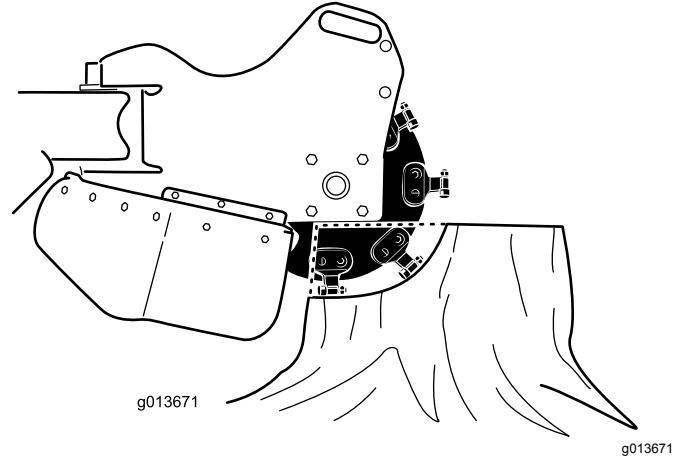

**Figura 20**
- Fissate la macchina al rimorchio con catene o cinghie utilizzando gli anelli di attacco/sollevamento sulla parte anteriore e posteriore della macchina (Figura 19 e Figura 20). Fate riferimento alle ordinanze locali per i requisiti relativi ai rimorchi e ai punti di attacco.
La macchina può essere sollevata utilizzando gli anelli di attacco/sollevamento come punti di sollevamento (Figura 19 e Figura 20).